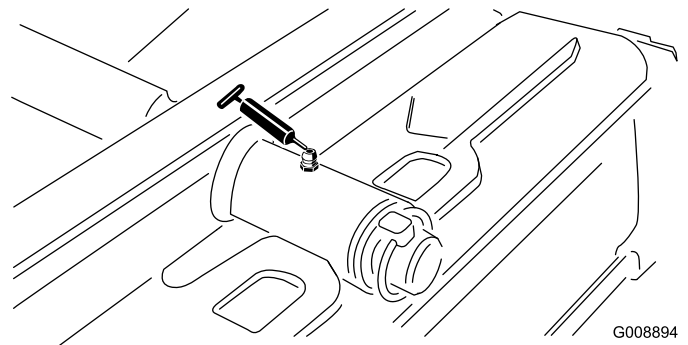

Figura 47
- Articulação da unidade de corte traseira (Figura 47)